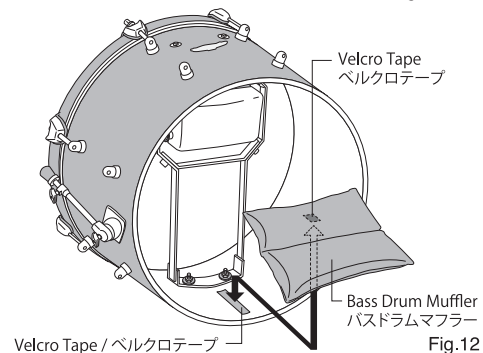

Fig.12
4. Install the Bass Drum Muffler by attaching it to the shell using the provided Velcro Tape as shown (Fig.12). Ensure it comes in full contact with the front Bass Drum head to reduce pad volume. Adjust if needed.
バスドラムマフラーをFig.12のように、フロントヘッドに当たるように置き、ベルクロテープが重なるように、しっかりと固定します。お好みの当たり具合になるようにバスドラムマフラーの位置を調整してください (Fig.12)。